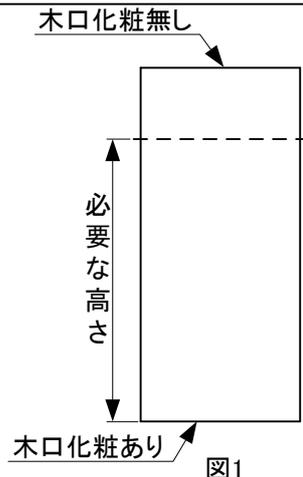

図1
①エンドパネルの寸法が必要な取付高さより大きい場合は、必要な高さにカットしてください(図1参照)。